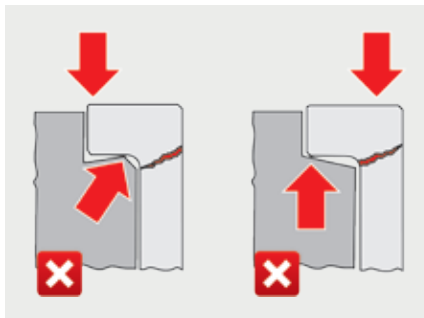

Abb. 6: Bundabriss durch fehlende Planheit oder Rechtwinkligkeit
- Rechtwinkligkeit und/oder Planheit der Bundauflage waren nicht gewährleistet (Abb. 3 und Abb. 6).